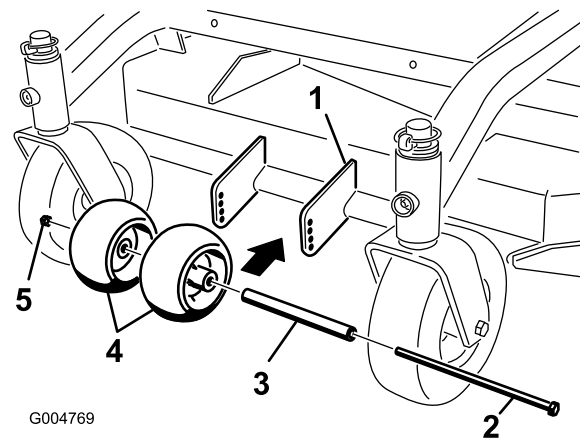

Figure 13
- Après avoir réglé la hauteur de coupe, vérifiez que les galets anti-scalp procurent une garde au sol minimale de 10 mm (Figure 13).
- Si un réglage est nécessaire, retirez le boulon, les rondelles et l'écrou (Figure 13).
- Choisissez le trou requis pour que les galets anti-scalp soient à 10 mm ou plus du sol (Figure 13).
- Remettez le boulon et l'écrou (Figure 13).